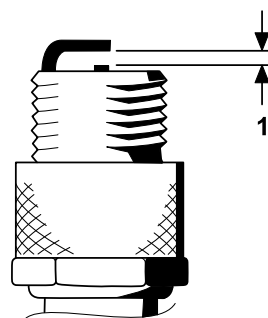

图 32
4. 如图 32 所示将中心电极与侧电极之间的空隙设置为 0.76mm。